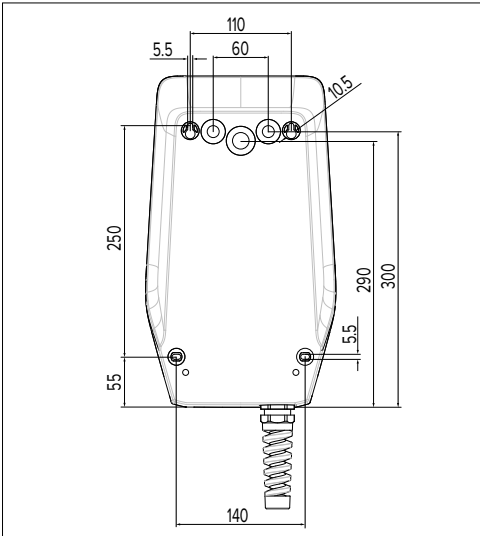

Fig. 6: Dimensioni dei fori [mm]
In caso di un montaggio a parete, la posizione della linea di alimentazione deve essere prevista utilizzando la maschera per la foratura in dotazione o la figura "Fig. 6: Dimensioni dei fori [mm]". I fori passacavo si trovano sui lati posteriore, inferiore e superiore.
- ▶ Tracciare i fori in base alla maschera per foratura fornita in dotazione o alla figura "Fig. 6: Dimensioni dei fori [mm]". In questa fase assicurare l'allineamento orizzontale.